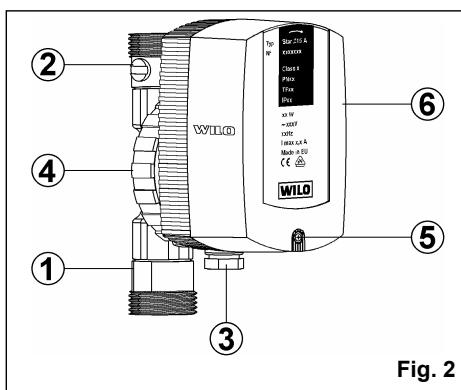
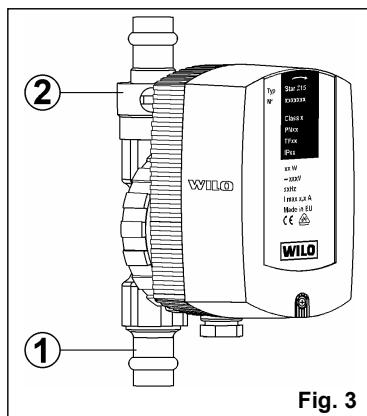

Fig. 2
Fig. 3
Насос Z15A (рис.2) выполнен в сборе с арматурой и готов к монтажу. Со стороны всасывания установлен шаровой кран, а на выходе насоса - обратный клапан, которые являются необходимыми для работы в циркуляционных системах.
Насос Z 15 APress (рис. 3) имеет обжимные соединения для монтажа к трубам: шаровый кран установлен на стороне всасывания, обратный клапан - на выходе насоса.
- У насосов Z 15 A/C обратный клапан вкручен в напорный штуцер (рис. 2, поз. 1), а шаровой кран - во всасывающий. У насосов Z 15APress обратный клапан встроен в напорный патрубок (рис. 3, поз. 1), тогда как шаровой кран встроен во всасывающий патрубок (рис. 3, поз. 2). Шаровый кран открыт, если положение его шплица соответствует направлению потока. Кран закрыт, если положение шплица перпендикулярно направлению потока.
- Ввод кабеля (рис. 2, поз.3) всегда должен располагаться внизу, чтобы избежать попадания влаги внутрь корпуса двигателя. Для изменения положения двигателя относительно корпуса насоса необходимо ослабить соединительную гайку (рис. 2, поз.4) и повернуть двигатель в нужное положение.
- Подключение выполнять согласно рисунку 6. Открутить винт (рис. 2, поз. 5), снять кожух (рис. 2, поз. 6) со стопорным замком. Подключение показано на клеммной планке.
- Отвернуть соединительную накидную гайку (рис. 2, поз. 4) и демонтировать мотор с рабочим колесом. Восстановить свободное вращение путем очистки и промывки.